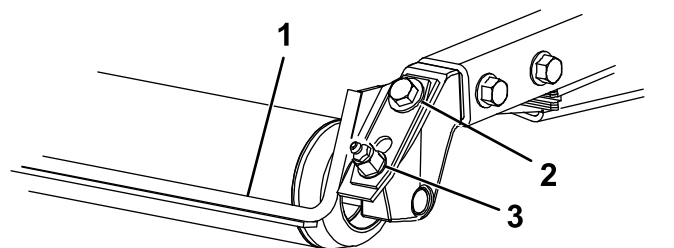

Рисунок 19
1. Ослабьте затяжку масленки для консистентной смазки и крепежный винт (Рисунок 19).